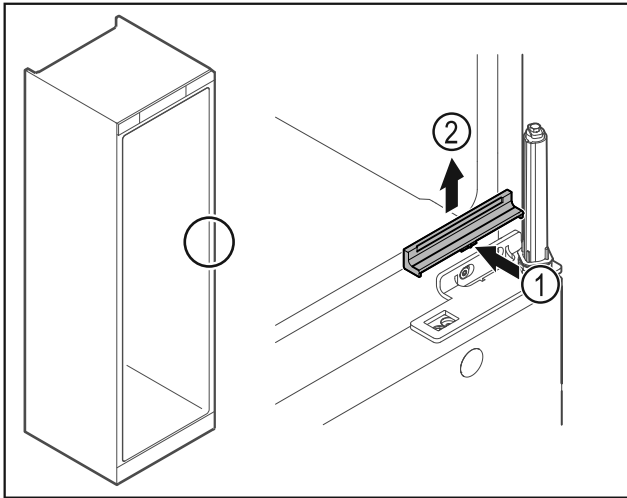

Fig. 26
- ▶ Paina suojusta Fig. 26 (1) kevyesti keskeltä ja ota se yläkautta pois Fig. 26 (2).